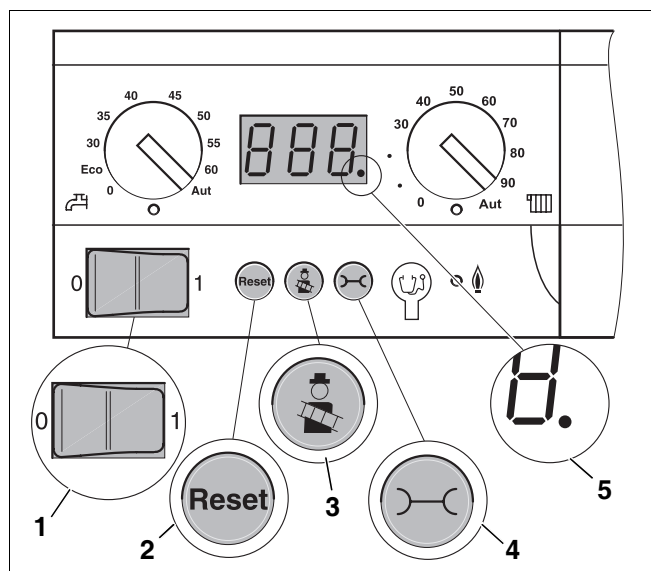

Bild 32 Basiscontroller Logamatic BC10
- Betriebsschalter am BC10 auf „0“ (Aus) stellen (→ Bild 32, [1]).
- Betriebsschalter am BC10 auf „1“ (Ein) stellen (→ Bild 32, [1]).
- Taste „Schornsteinfeger“ (→ Bild 32, [3]) so lange gedrückt halten (ca. 2 – 5 Sekunden), bis der Dezimalpunkt (→ Bild 32, [5]) rechts unten im Display erscheint.
- Die Tasten „Schornsteinfeger“ und „Statusanzeige“ (→ Bild 32, [3] und [4]) gleichzeitig gedrückt halten (ca. 5 Sekunden), bis „L--.“ (z. B. L80) im Display angezeigt wird.